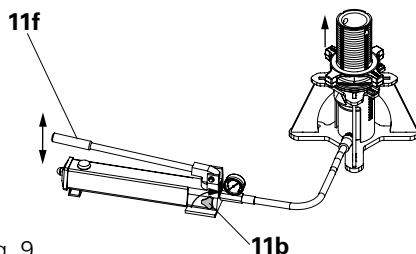
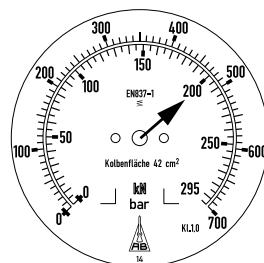

Fig. 9
Fig. 12
1. Chiudere la valvola (11b) della pompa ruotandola in senso orario. (Fig. 9)
2. Azionare la leva della pompa (11f), fino a quando lo stantuffo (8a) del cilindro non combaccia perfettamente con il pressore rosso (3).
3. Aumentare la pressione fino a raggiungere il carico desiderato, come previsto dal calcolo statico e dal piano di precarico. (Fig. 12)